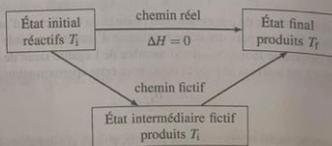

FIGURE 4.1 – Cycle thermodynamique utilisé pour calculer une température de flamme
- puis le chauffage à pression constante des produits (et de façon plus générale des espèces chimiques restantes après la combustion totale) de la température initiale à la température finale recherchée dû au transfert thermique associé à la réaction précédente (voir figure 4.1).